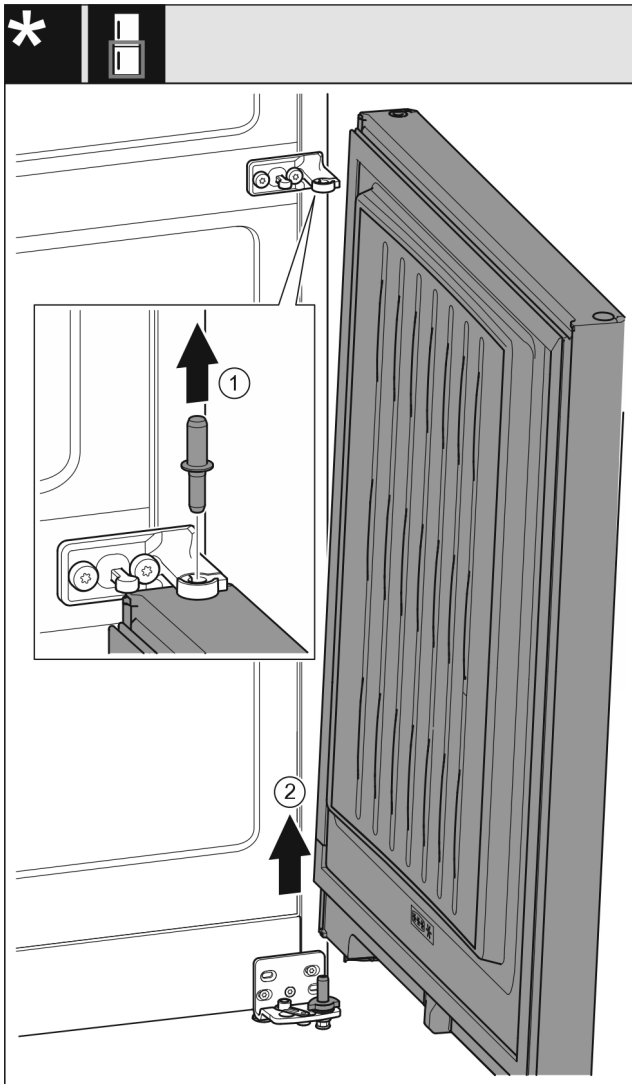

Fig. 31 Ohne Schließdämpfer*
- ▶ Bolzen Fig. 31 (1) nach oben herausziehen.*
- ▶ Tür Fig. 31 (2) herausschwenken, nach oben ziehen und beiseitestellen.*